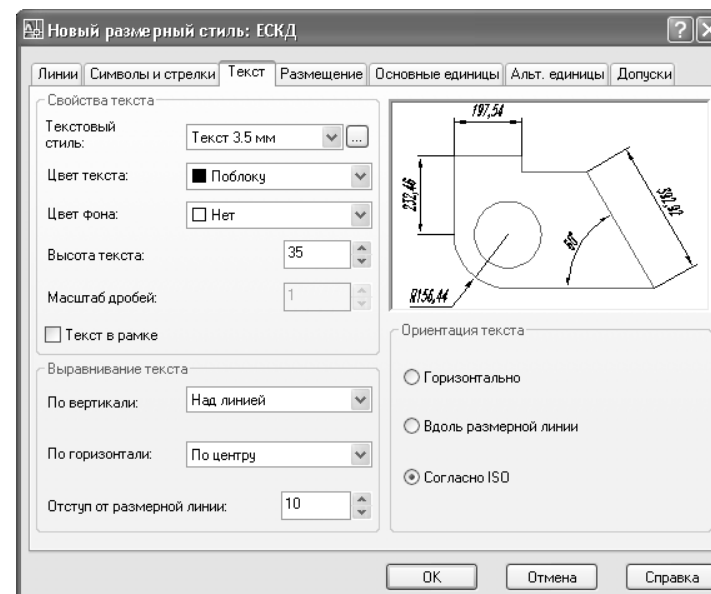

Рис. 11.5 ▼ Параметры размерного текста для нового стиля ЕСКД
11. Перейдите на вкладку **Текст** (Text) и установите параметры размерного текста в соответствии с рис. 11.5: из списка **Текстовый стиль** (Text style) выберите стиль **Текст 3.5 мм**; параметру **Высота текста** (Text height) присвойте значение **35**; параметру **Отступ от размерной линии** (Offset from dim line) присвойте значение **10**; в группе **Ориентация текста** (Text alignment) выберите переключатель **Согласно ISO** (ISO standard).
**Примечание.** Как видно из рис. 11.5, после настройки основных параметров нового стиля изображение в области предварительного просмотра приобрело вполне корректный вид.